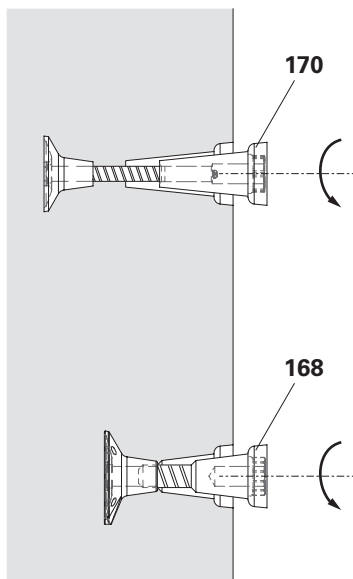

Fig. D2.08
1. Allentare il cono con la chiave ad anello AF 46 e svtarlo completamente. (Fig. D2.08)